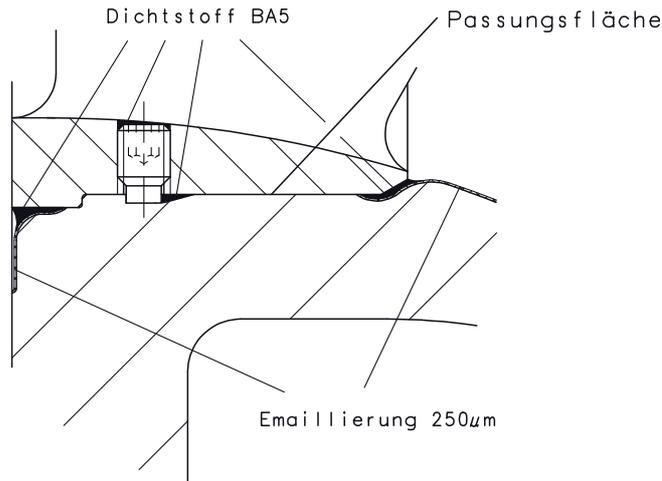

Bild 2.4
Beim Einbau werden Ventilteller bzw. Ventilring, Feder(n) und die Führungsstange(n) in den Gehäuseeinsatz eingeschoben. Mit Hilfe von Schraube(n) und Scheibe(n) (5), die in die Führungsstange(n) eingeschraubt wird/werden, kann der Ventilteller/Ventilring in der hinteren Endlage fixiert werden. Die Passungsfläche (Bild 2.4) des Gehäuseeinsatzes muss gesäubert werden. An der ebenfalls gesäuberten Passung im Gehäuse müssen an den beiden Übergängen zum Email sowie in die Nut, in welche die Gewindestifte eingreifen, jeweils Dichtstoff BA51 aufgetragen werden. Nachdem der Gehäuseeinsatz in das Gehäuse eingeschoben wurde, werden die ebenfalls mit BA5 gesicherten Gewindestifte in die Nut eingeschraubt. Der Innensechskant der Gewindestifte wird wiederum mit BA5 ausgefüllt, um ein späteres Herausschrauben zu gewährleisten. Zuviel aufgetragener Dichtstoff muss an beiden Übergängen wieder entfernt und glatt gestrichen werden. Zur Montage des Gehäuseeinsatzes im Gehäuse siehe auch Bild 2.4.